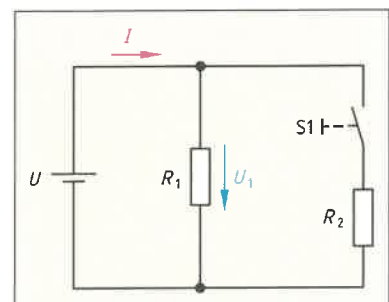

Bild 3: R_2 wird zugeschaltet
5. Zu einem Widerstand R_1 wird ein weiterer Widerstand R_2 parallel geschaltet. Wie verhalten sich a) die Stromstärke I in der Zuleitung, b) die Spannung U_1 am Widerstand R_1 und c) der Gesamtwiderstand R (**Bild 3**)?